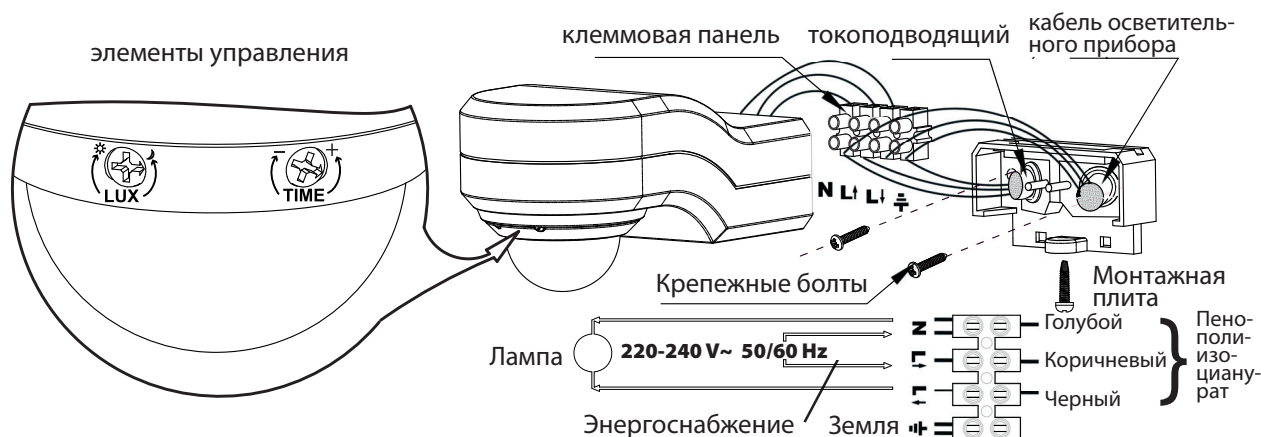

рис. 2
УСТАНОВКА (смотри также рис. 2)**ВАЖНО:**
- подключите токоподводящий кабель и кабель осветительного прибора (лампы) к клеммовой панели (смотри рис. 2).
**ПОНИМАНИЕ ЭЛЕМЕНТОВ УПРАВЛЕНИЯ (см. рис. 2)****УСТАНОВКА ПАРАМЕТРОВ ДЛИТЕЛЬНОСТИ СВЕЧЕНИЯ:**